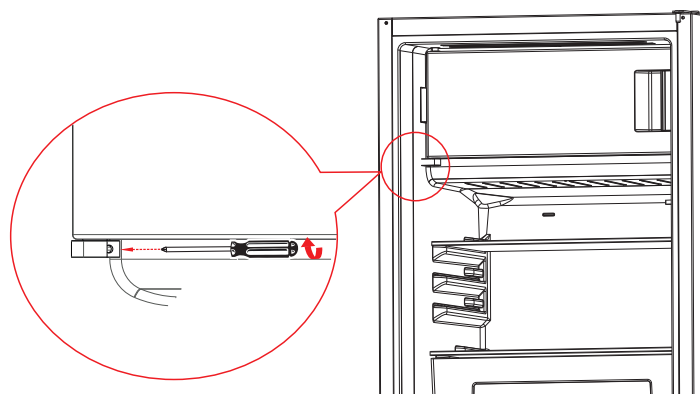

Abb. 10
- ▶ Schrauben Sie nun das Gefrierfachscharnier fest (Abb. 10).